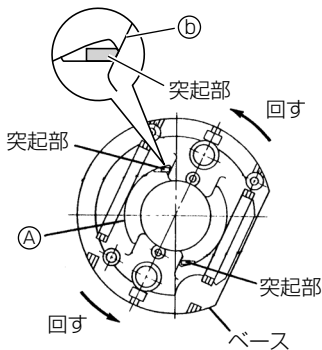

図 16
- (2) テーブルの突起部がベースの穴 (A) の中に入るようにルータ本体をテーブルに付けます。(図 16)
- (3) ルータ本体を矢印方向に回転して、ベースの (B) 面をテーブルの突起部に突当てます。(図 16)